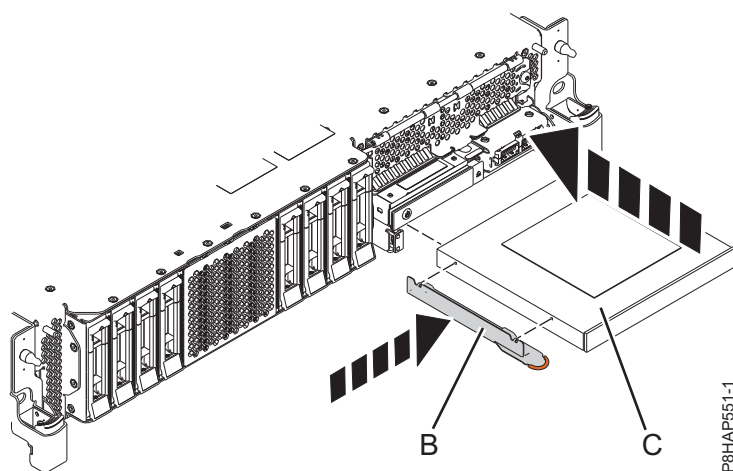
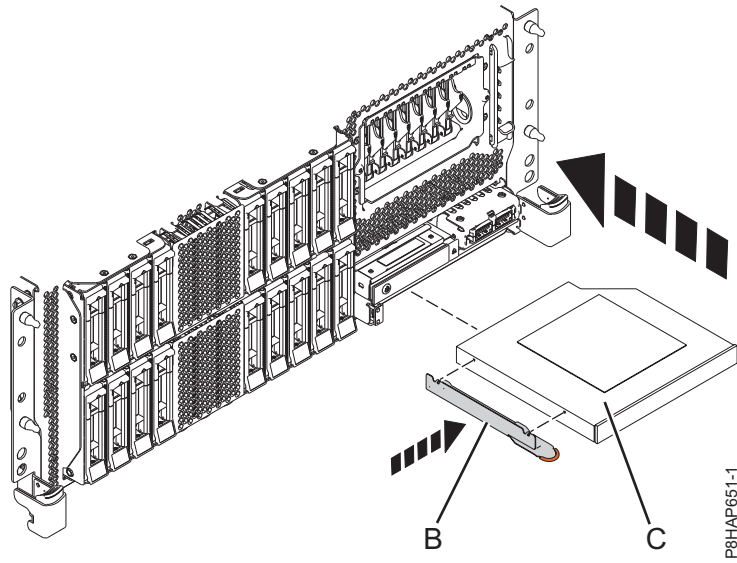
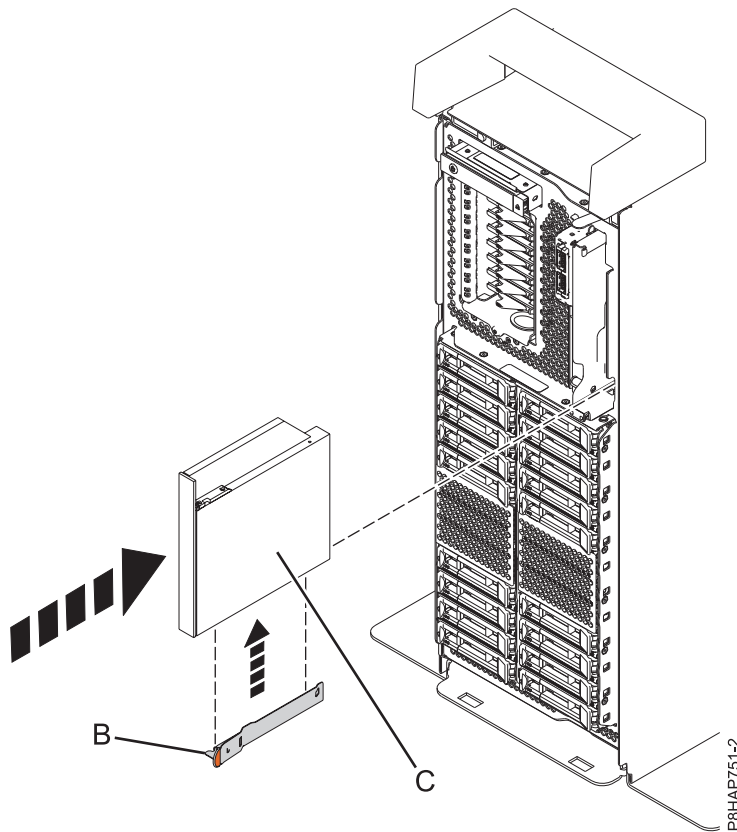

Figure 43. Remise en place d'une unité de stockage extra-plate sur un système 8284-21A ou 8284-22A
Figure 44. Remise en place d'une unité de stockage extra-plate sur un système 8286-41A ou 8286-42A monté en armoire
Figure 45. Remise en place d'un unité de stockage extra-plate dans un système autonome
6. Fixez le crochet de fixation (**B**) sur la nouvelle unité de stockage extra-plate, comme illustré dans figure 43, à la page 51 pour un système 8284-21A ou 8284-22A, figure 44, à la page 52 pour un système 8286-41A ou 8286-42A monté en armoire, ou figure 45, à la page 52 pour un système 8286-41A autonome.
Pour un système 8284-21A ou 8284-22A, voir figure 43, pour un système 8286-41A ou 8286-42A monté en armoire, voir figure 44, à la page 52, ou pour un système 8286-41A autonome, voir figure 45, à la page 52.